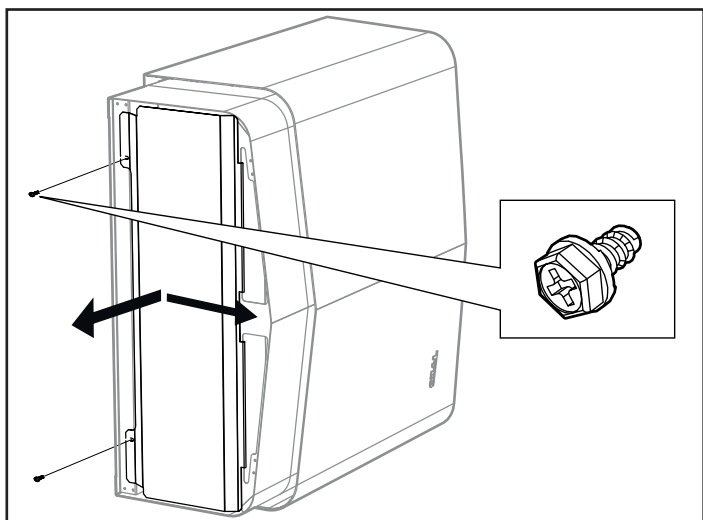

Fig 15: Öppna/stänga luckan
1. Lossa skruvarna och öppna luckan (se Fig 15).
4. Stäng luckan och skruva i skruvarna (se Fig 15).